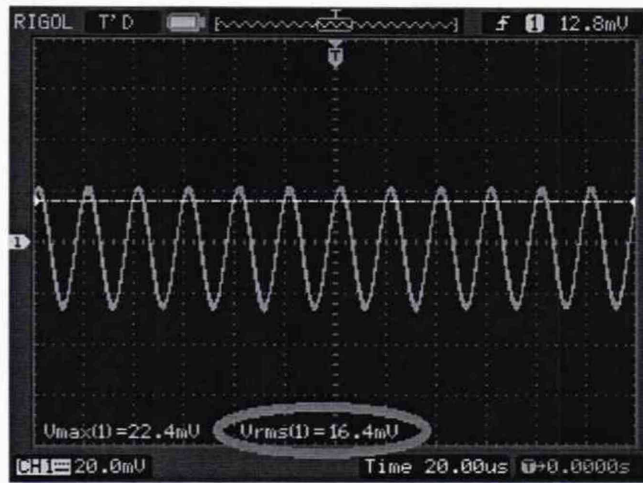
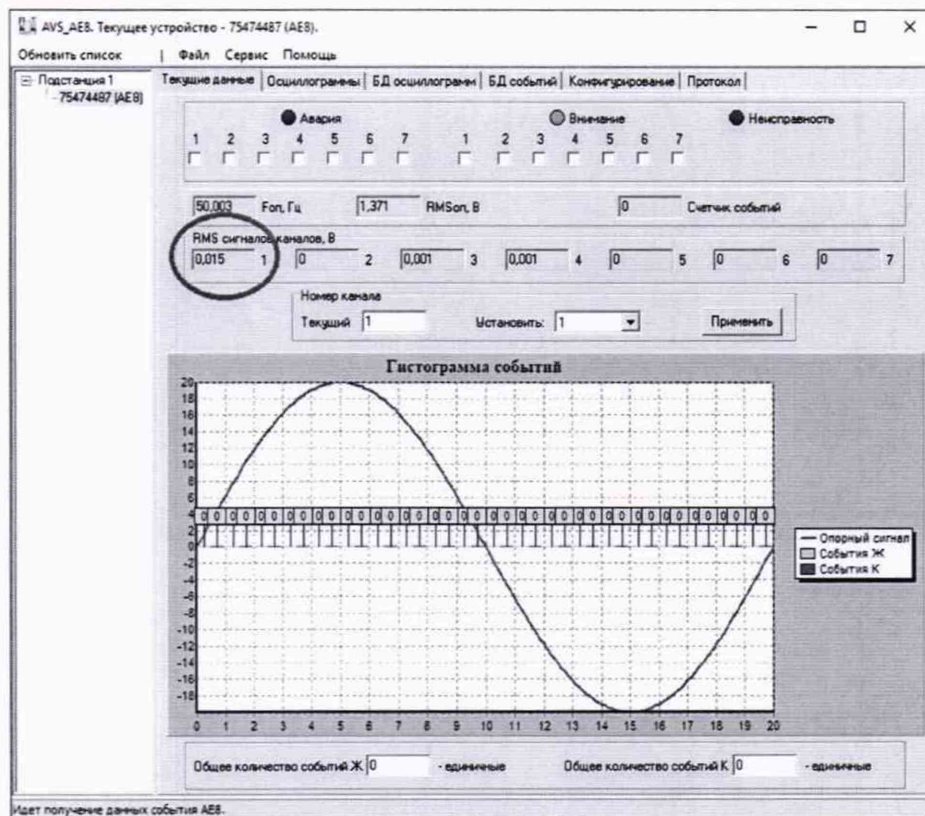

Рисунок 13 – Результат измерения U_{rms} осциллографом
Рисунок 14 – Результат измерения U_{rms} поверяемым блоком
10.1.2.3 Подайте на измерительную схему заданный сигнал. Произведите одновременный отсчет показаний на экране осциллографа ($U_{свз}$) (рисунок 13) и в программе «AVS-AE8» поверяемого блока (рисунок 14). Красным маркером указано, в каком поле необходимо снимать показания). Результаты измерений занесите в таблицу 5.